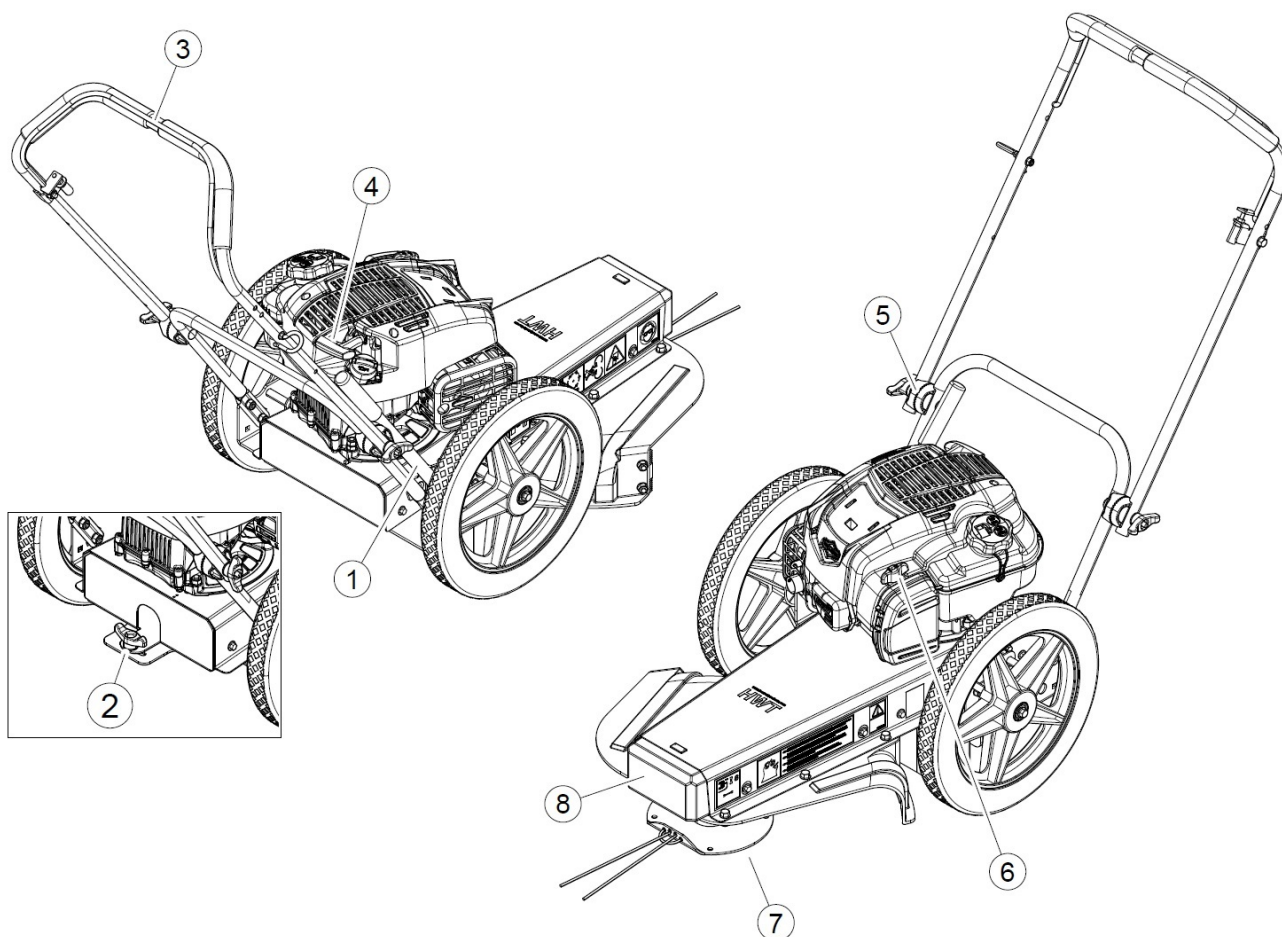

Рис. 1
2. Переведите рычаг 6 управления воздушной заслонкой карбюратора в положение "Закрыто" (Рис. 1).
5. По мере прогрева двигателя постепенно открывайте воздушную заслонку карбюратора переводом рычага 6 в положение "Открыто" (Рис. 1).